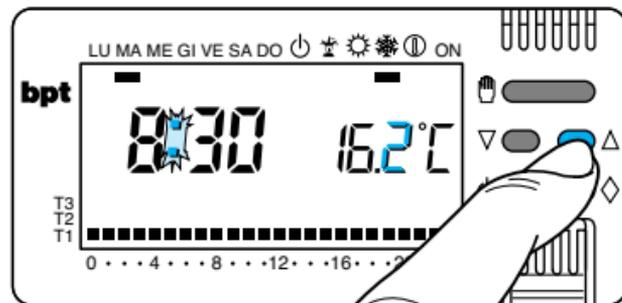

Fig. 32
6.4 - Impostare il valore di temperatura desiderato per T1 agendo sul pulsante ∇ oppure \triangle (fig. 32).